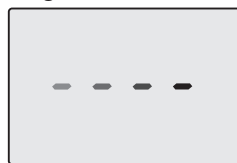
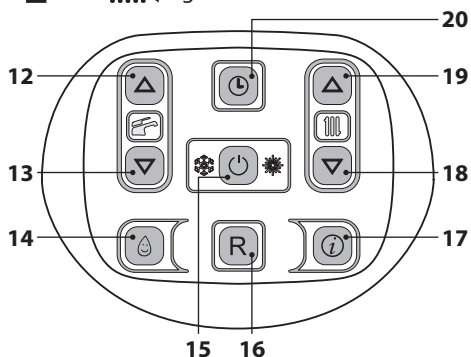

Figura 6.6
Figura 6.7
- Alimentare elettricamente la caldaia azionando l'interruttore bipolare previsto in installazione Il display LCD visualizza il simbolo - - - (Figura 6.6).
- Tenere premuto per 2 secondi il tasto 15 fino a far apparire sul display entrambi i simboli  e  Figura 6.7.
- Spegnerne la caldaia tenendo premuto per 2 secondi il tasto 15 (Figura 6.7) fino a far apparire sul display LCD il simbolo - - - - (Figura 6.6).